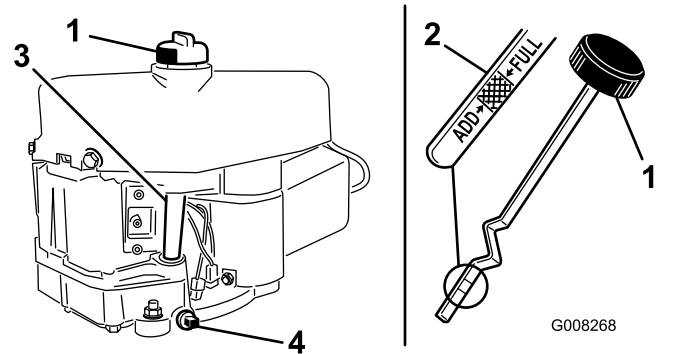

Figura 25
7. Limpie alrededor de la varilla (Figura 25) para impedir que caiga suciedad por el orificio de llenado y cause daños en el motor.
8. Desenrosque la varilla y limpie el extremo metálico (Figura 25).
9. Enrosque la varilla de aceite a fondo en el tubo de llenado (Figura 25).
9. Retire el tapón de vaciado de aceite para que se vacíe el aceite (Figura 25).
11. Limpie alrededor de la varilla y desenrosque el tapón (Figura 25).
12. Vierta lentamente aproximadamente un 80% del aceite de motor por el tubo de llenado (Figura 25).